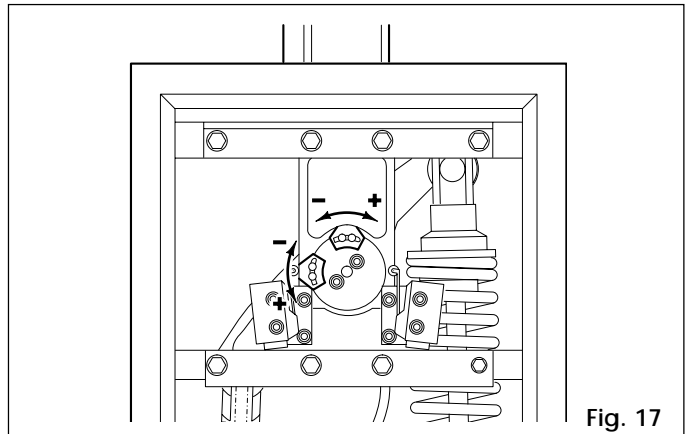

Fig. 17
- 2) Régler la came du fin de course en desserrant les deux vis à six pans creux comme indiqué en fig.17. Pour augmenter l'angle de ralentissement, approcher la came à son fin de course respectif. Pour diminuer l'angle de ralentissement, reculer la came de son fin de course respectif